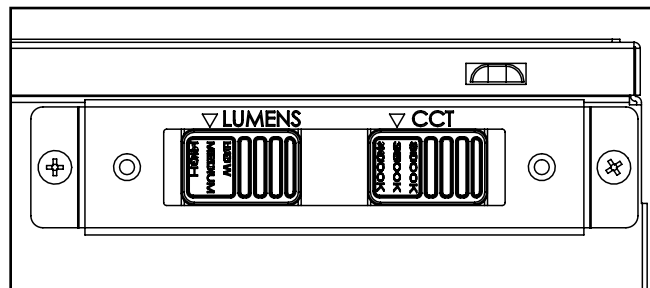

Figura 7.
9. Con la luminaria encendida, utilice el interruptor lumínico y el conmutador CCT (si está equipado) para ajustar el accesorio al nivel de Lumen deseado y CCT (Figura 7). Consulte la etiqueta en la parte superior del controlador para ver los lúmenes y el vataje de cada ajuste.